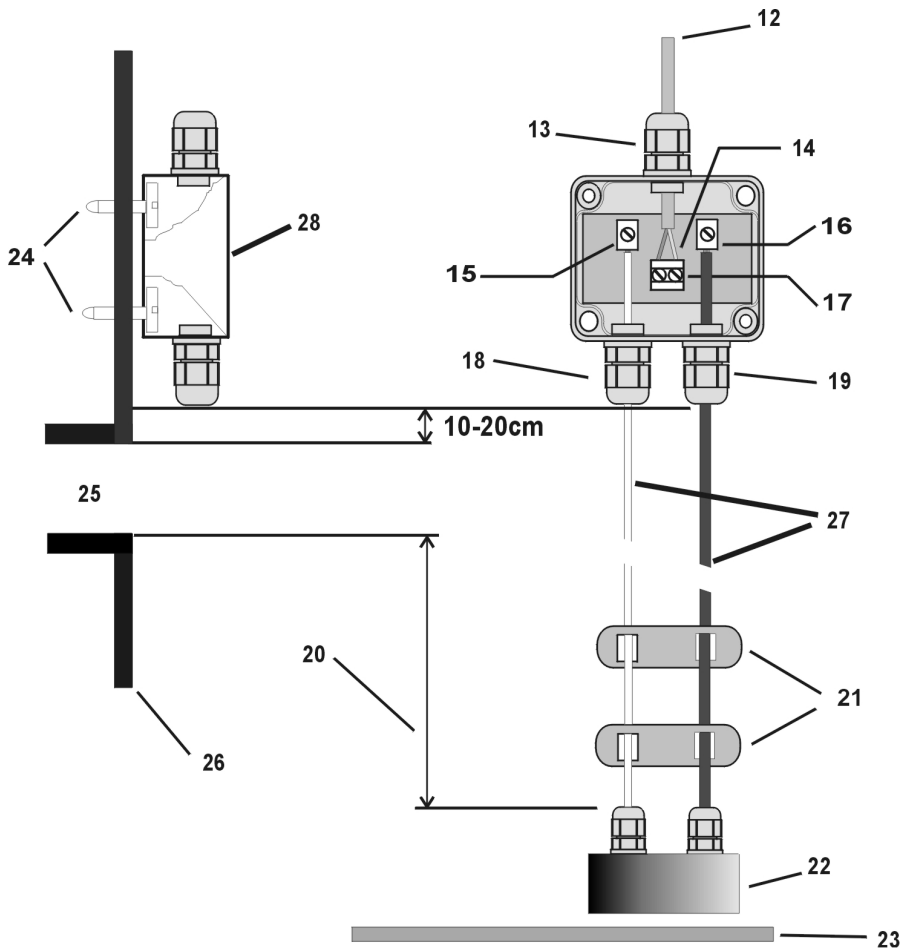

Figura 2: Conexión de sensores
8. El montaje de la sensórica concluye con el tendido profesional de la línea de datos [12] hasta el control de sistema. Para ello, utilice un tubo protector. (La línea de datos no es apta para tendido directo bajo tierra.) La línea de datos dispone de otro extremo libre con un enchufe. Éste deberá insertarse en el conector correspondiente [7] del control de sistema. La figura 2 de la página 3 ilustra claramente el contexto:
El cable rojo y el cable blanco deben estar rígidos, hacia abajo, y tensados mediante el peso de acero inoxidable. El peso de acero inoxidable [22] debe pender levemente por encima del fondo del tanque [23]. Una vez que haya montado los distanciadores [21], distribúyalos por toda la longitud de los cables sensores [27] según se indica en la figura 2.